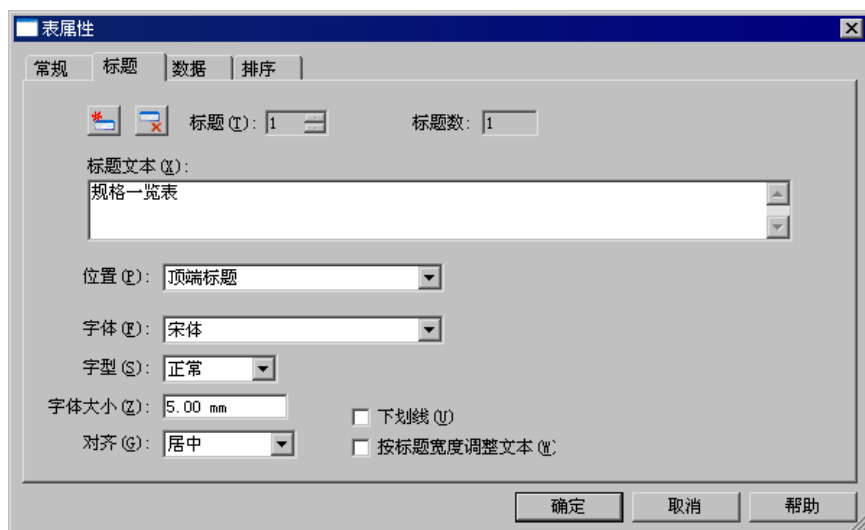

图 9.2.15 设置标题参数
- ☒ 按标题宽度调整文本(W) 复选框：选中此复选框，表标题文本的内容会随着表标题的宽度改变而改变。
Step2. 在“表属性”对话框中 标题 选项卡设置图 9.2.15 所示的参数。